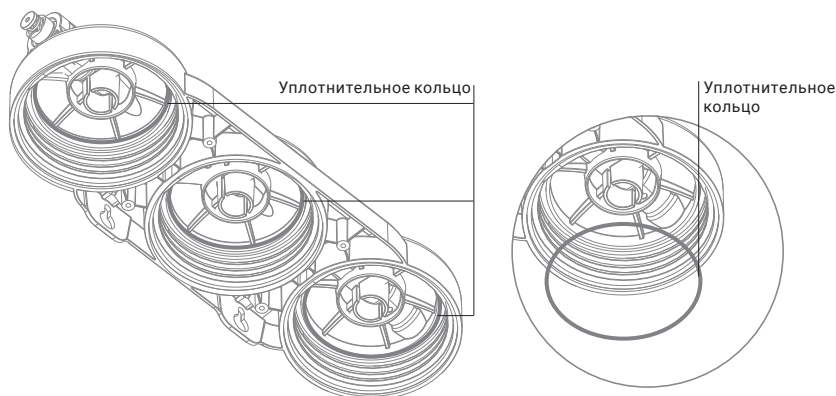

Рис. 19
3. Проверьте состояние уплотнительных колец в скобе фильтра и при необходимости замените их (рис. 19). Уплотнительные кольца перед повторной установкой рекомендуется смазать силиконовой смазкой с пищевым допуском или вазелином (не путать с герметиком).